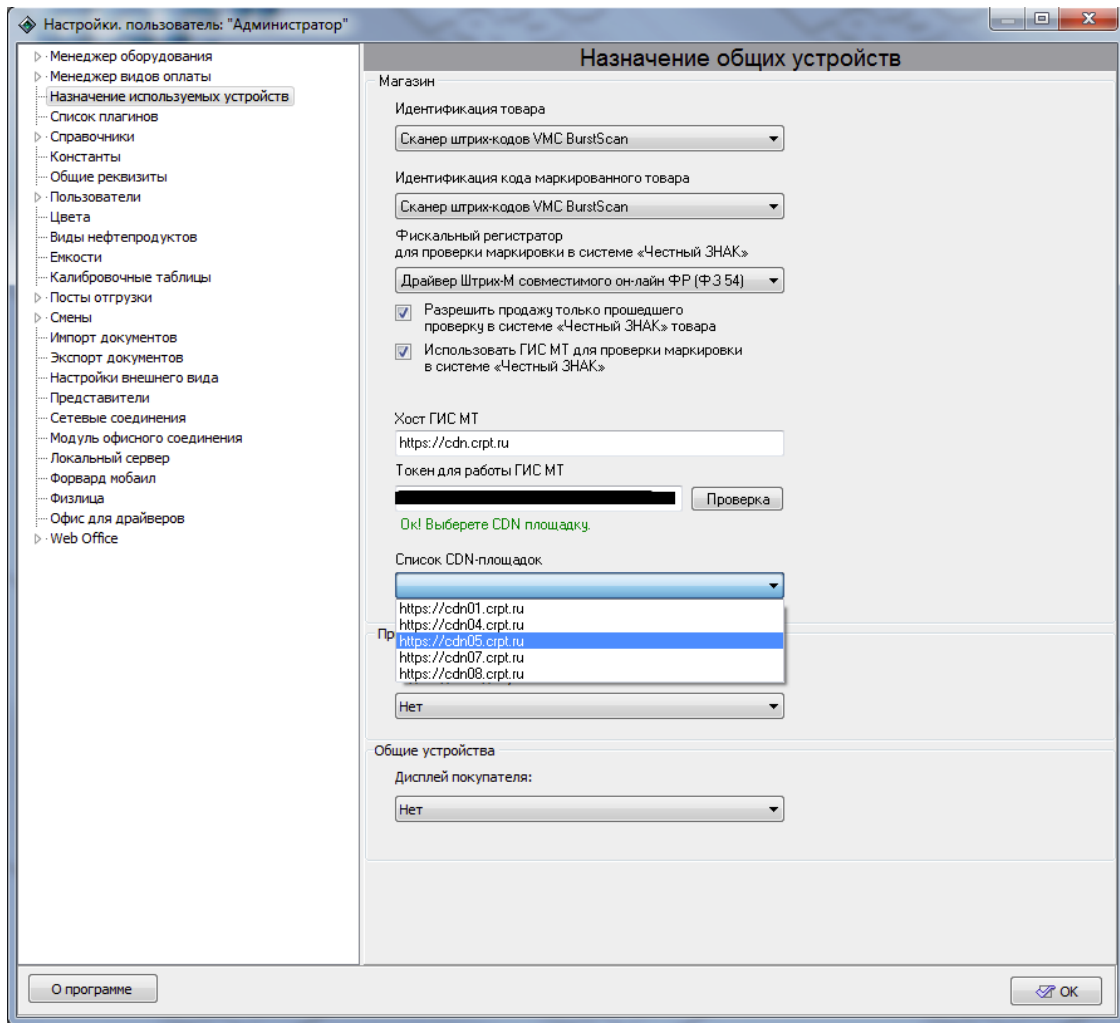

Рисунок 76. Выбор CDN-площадки.
5) При статусе проверки **Ок! Выберите CDN-площадку из списка** (рисунок 76).